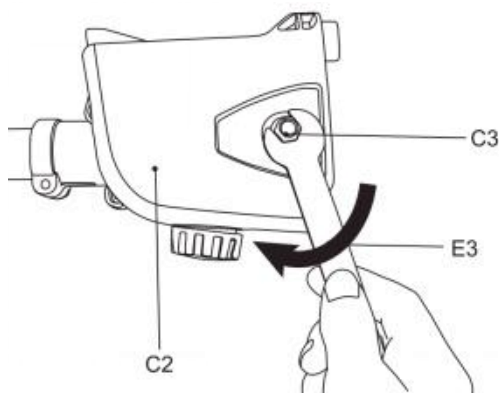

Fig. 12
8) Załóż ponownie pokrywę (C2), załóż tylną część pokryw, a następnie przód i upewnij się, że sworzeń znajduje się na swoim miejscu. Lekko dokręć pozostałą nakrętkę (C3) za pomocą klucza montażowego (E3) (Rys. 12). Nie dokręcaj nakrętek całkowicie, ponieważ najpierw konieczne jest napięcie łańcucha piły.